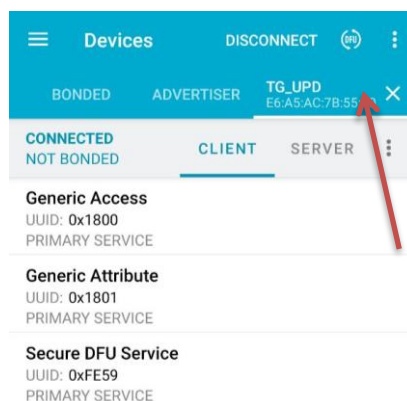
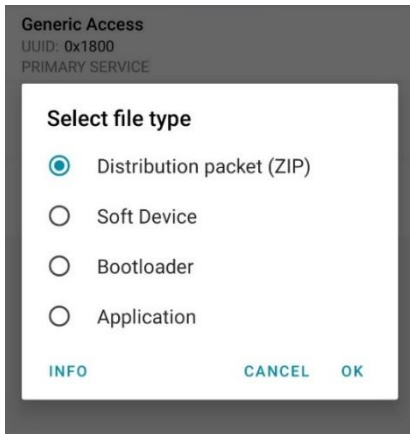

Рисунок 14 – Подключение к TG_UPD
Рисунок 15 – Выбор файла прошивки
- После нажатия на иконку DFU (рисунок 14) появится меню выбора файла ПО датчика, где нужно выбрать Distribution packet (ZIP) (рисунок 15), затем в файловом менеджере выбрать файл прошивки, предварительно загруженный на смартфон.